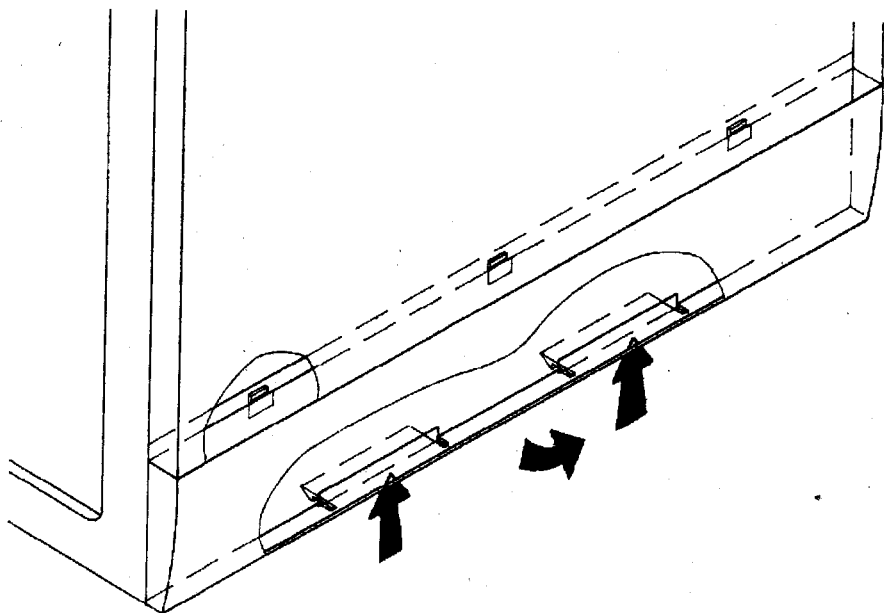

Рис. 8.
- снимите нижнюю стенку (рис. 8), для этого нажмите снизу вверх двумя руками на два зацепа и потяните нижний край стенки на себя;